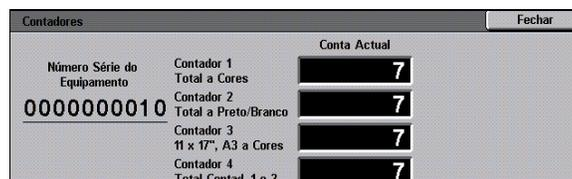

Figura 3: Ecrã Contadores
- 2 Prima o ícone **Contadores** para visualizar o ecrã Contadores, tal como ilustrado na Figura 3.